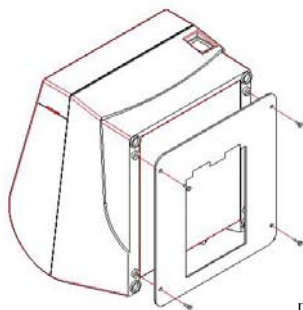

图 1
- 1) 将挂板用四个 ST3 的自攻螺钉固定在打印机的底部（如图 1）。